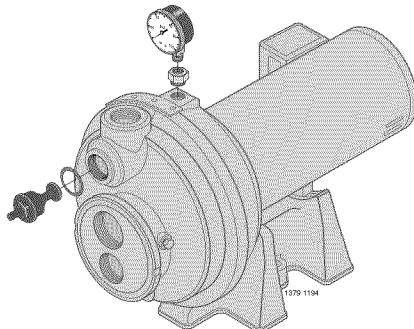

Figure 7 : Poser la vanne de réglage et le manomètre
- Poser la vanne de réglage et le manomètre dans le corps de la pompe (voir la Figure 7).
- 1 ° Poser la vanne de réglage et le manomètre dans le corps de la pompe (voir la Figure 7).